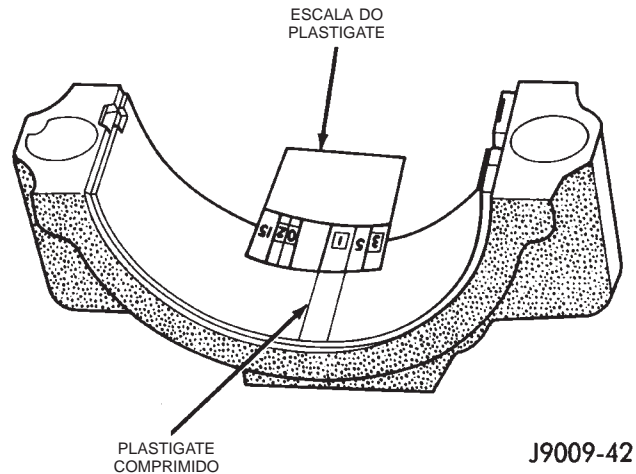

Fig. 20 Medição da Folga do Rolamento com o Plastigage
(7) Remova a tampa de rolamento e determine a quantidade de folga do rolamento ao munhão medindo a largura do Plastigage comprimido. (Fig. 20). Consulte “Especificações do Motor” para a folga apropriada. **O Plastigage deve indicar a mesma folga através da largura inteira do casquilho. Se a folga variar, pode ter sido causada por um munhão cônico, biela torta ou material estranho entre o casquilho e a capa ou biela.**